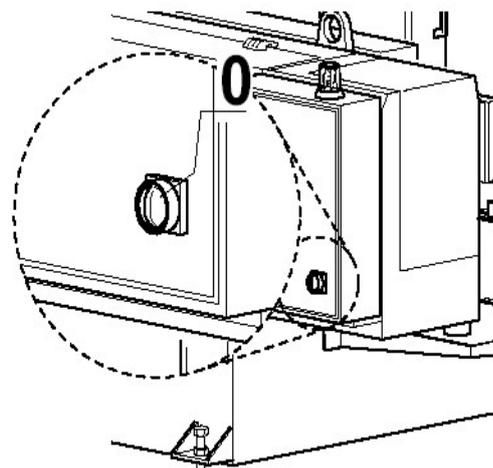

Fig. 30
- vérifier que l'interrupteur général de la machine soit à 0 (Fig. 30);